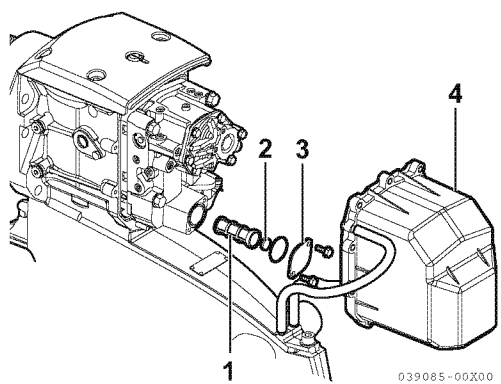

Figura 13
8. Retire la cubierta de la placa de la caja (4, **Figura 13**), la cubierta del filtro (3, **Figura 13**), el imán (2, **Figura 13**) y el filtro (1, **Figura 13**). Limpie o reemplace el filtro y el imán.